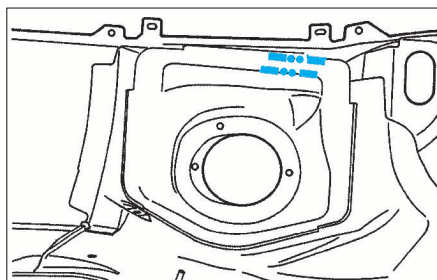

FIG. 31
- Meuler les points de soudure électrique (Fig.31).